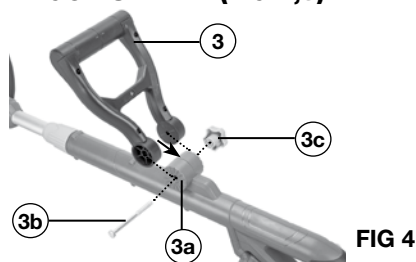

FIG 4
INSTALACIÓN Y AJUSTE DEL MANGO AUXILIAR (FIG 4,5)
Para instalar el mango auxiliar (FIG 4)
1. Adjunte el mango auxiliar (3a) a la base del mango (3a), como se muestra en la FIG 4. Asegúrese de que el mango encaje con las superficies dentadas en ambos lados de la base.